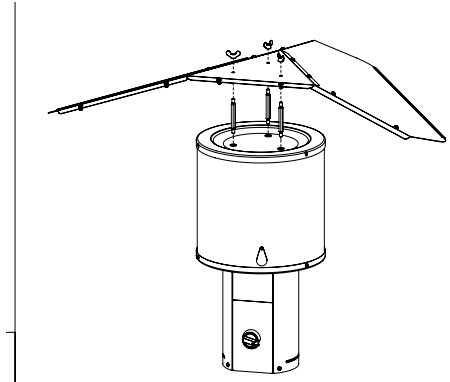

Рис. 10 – Установка козырька
- Установите на дожигатель козырек, закрепите козырек на гайки-барашки М6 из нержавеющей стали (Рис. 10);